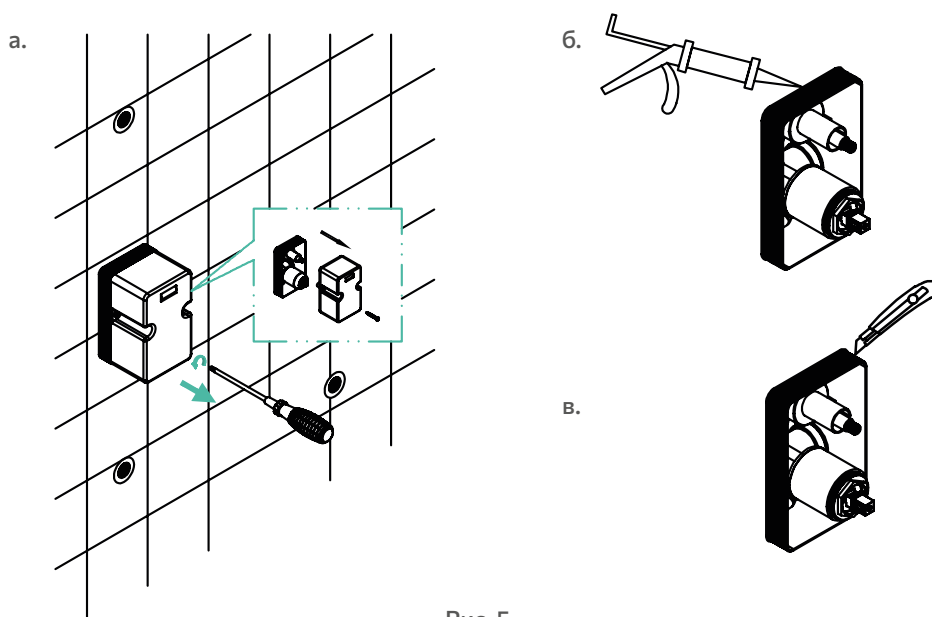

Рис. 5
6. После финишной отделки стены подготовьте монтажный бокс к дальнейшей работе (рис. 5):